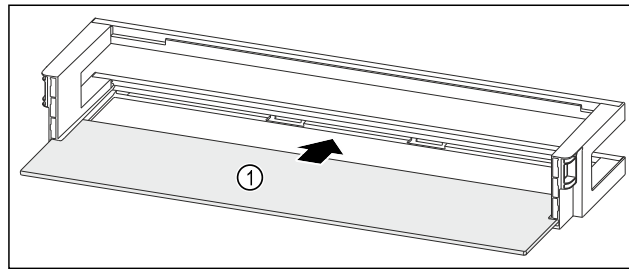

Fig. 52 Vratna polica z odlagalno polico
- ▶ Odlagalno polico Fig. 52 (1) vstavite v stranske utore.